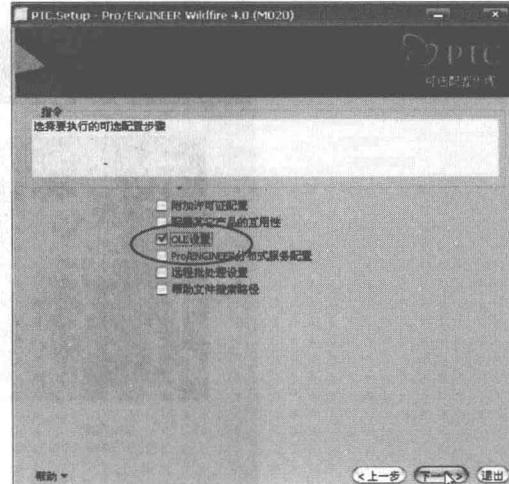

图 1-21
(14) 出现图 1-21 所示对话框，选择 OLE 设置选项，按【下一个】。